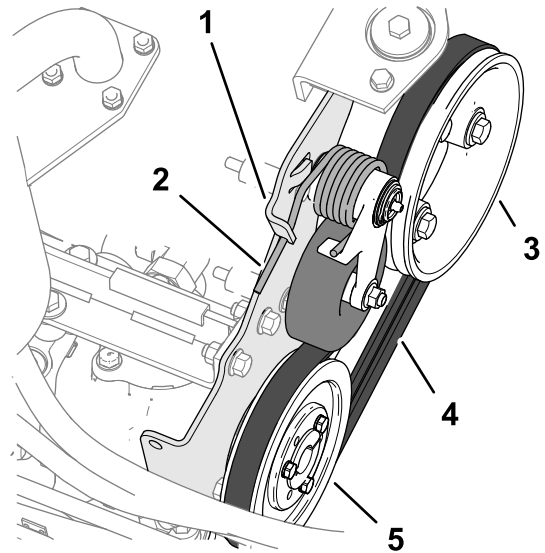

Figura 90
2. Presione hacia abajo el extremo del muelle de tensión de la correa, sáquelo de la muesca en la pestaña del soporte de la bomba y mueva el extremo del muelle hacia delante (Figura 90).